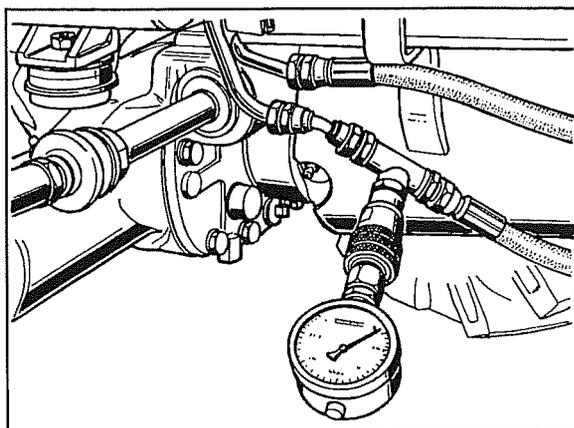

Fig. 56
1. Appliquer le manomètre à l'une des deux canalisations de refoulement d'huile au cylindre comme indiqué par la figure 56.